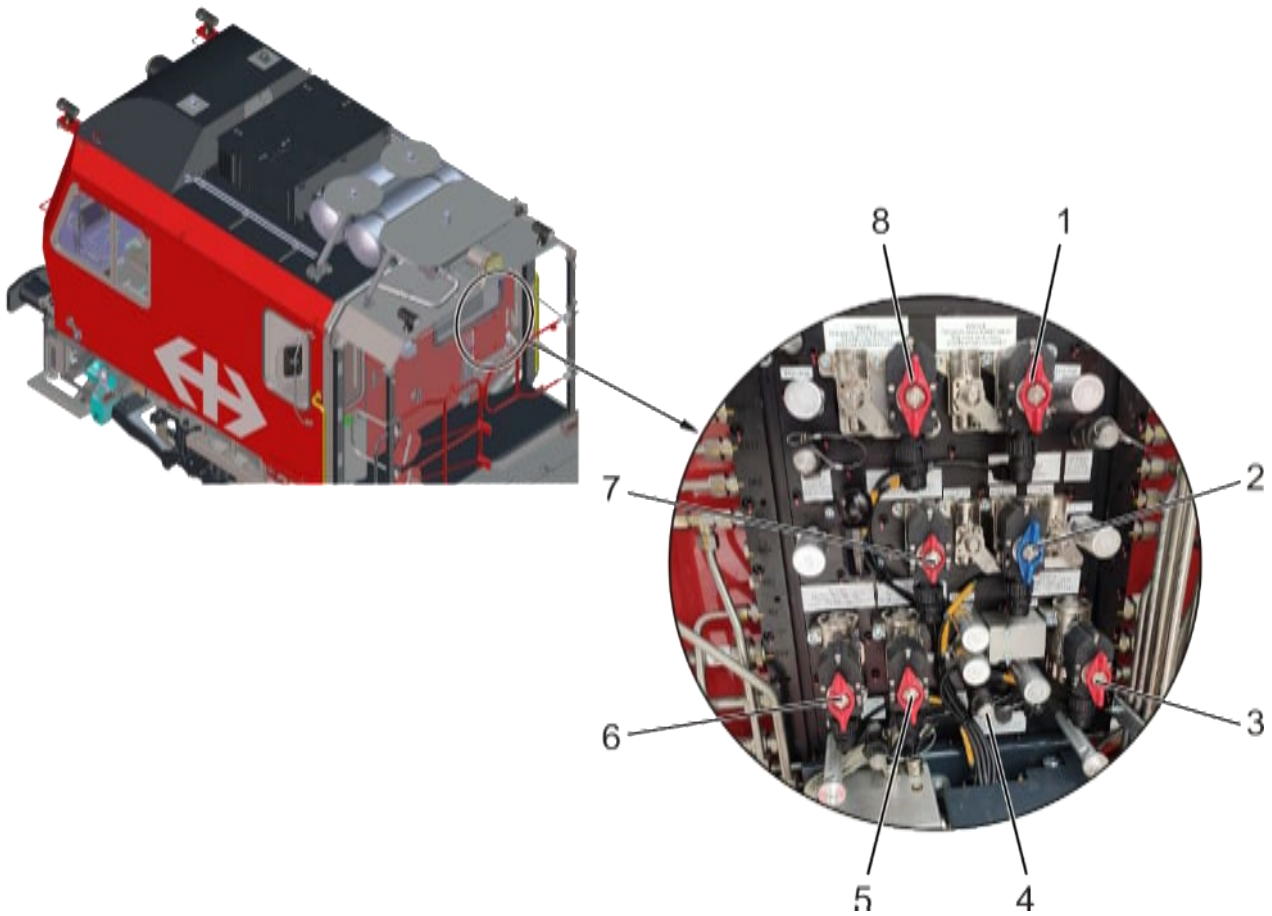

Abb. 51: Havarietafel (Schutzhaube abgenommen)
Im Schleppbetrieb muss der blaue Kugelhahn (2), siehe Abb. 51, nur dann betätigt werden, wenn sich die Federspeicherbremsen, nach Anlegen von HL-Druck vom schleppenden Fahrzeug, nicht automatisch lösen.